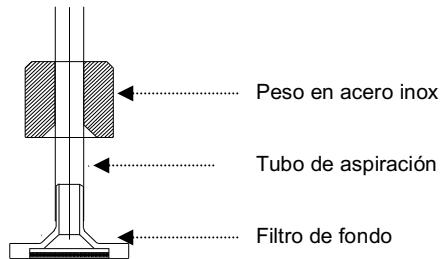

Figura 4*
- Fijar el tubo empujando el peso contra el filtro, girándolo hasta que encajen perfectamente (Figura 4)